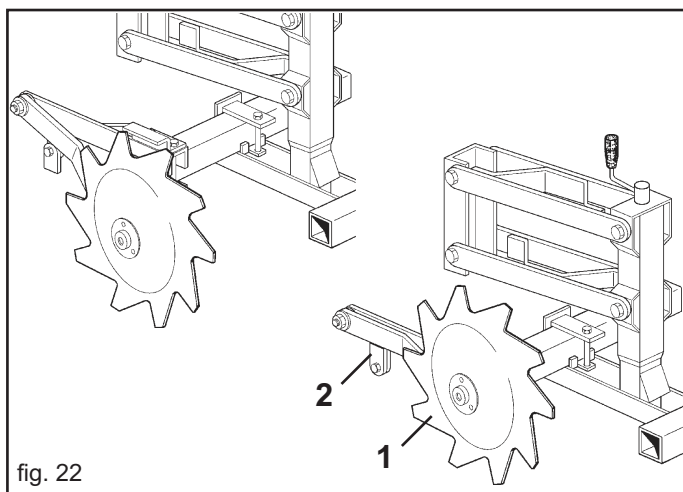

fig. 22
- 2) Fije a la estructura portante, a la Izq. una unión de tres puntos, el reductor (1 fig. 22) con los tornillos y tuercas suministrados;
- 3) Afloje el tope de los ejes (2) para extraer el manguito (3) e introduzca en el mismo eje el piñón Z24 (4) alineándolo con el piñón Z12 del reductor.
- 5) Regula la tensión de la cadena girando el tensor de cadena y bloqueándolo con la tuerca (5).
- 6) Asegure la protección (6) con las tuercas de mariposas correspondientes.
La versión con discos dentados (Fig. 22) es especialmente eficaz por la precisión y delicadeza con la cual trabaja cerca de las plantas y por la capacidad de efectuar de modo adecuado la escarificación de tipos de malezas particulares. También permite una mayor velocidad de trabajo. Durante el trabajo se puede desconectar el disco dentado (1, Fig. 22) utilizando el tope (2).